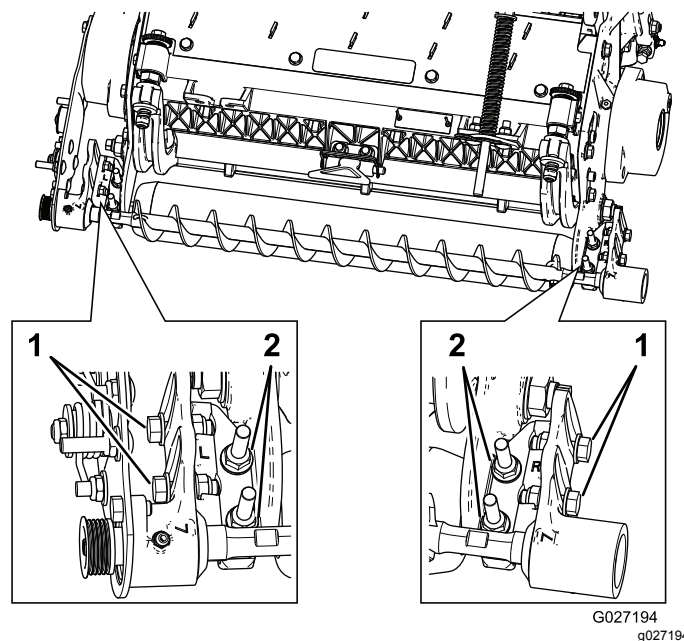

Рисунок 13
- А. Ослабьте две фланцевые контргайки, крепящие монтажный кронштейн щетки катка к боковой пластине режущего блока (Рисунок 13).
- В. Поверните корпус подшипника щетки катка так, чтобы пластина щетки была параллельна боковой пластине режущего блока (Рисунок 13).
- С. Затяните две фланцевые контргайки, крепящие монтажный кронштейн щетки катка к боковой пластине режущего блока (Рисунок 13).
1. Ослабьте затяжку двух болтов крепления каждого из корпусов подшипника щетки катка к монтажному кронштейну щетки катка (Рисунок 13).